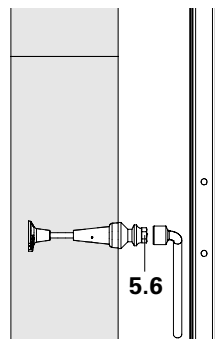

Fig. B1.33
3. Soltar y retirar el anillo soporte y el tornillo M24 x 120 de la puesta anterior con la llave n° 36. (Fig. B1.33)